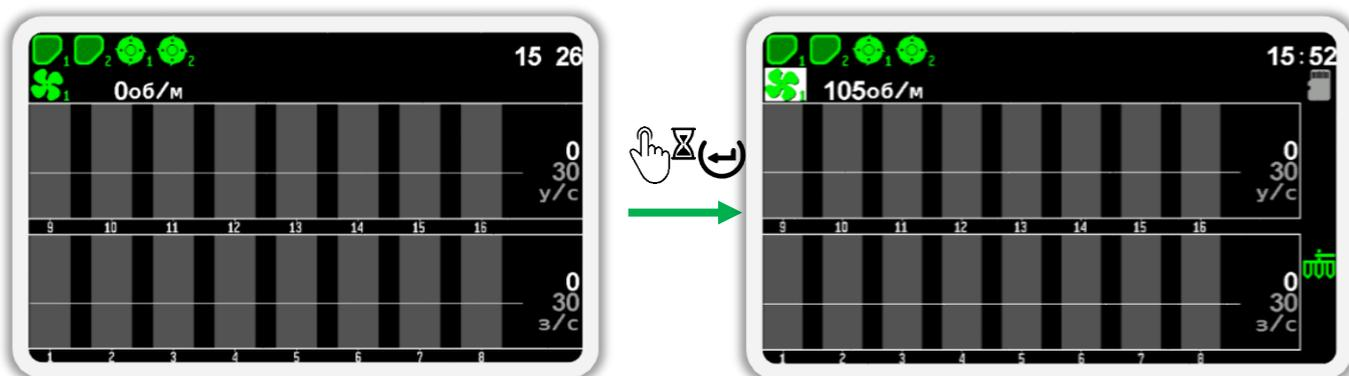

Рисунок 31 Переход в режим настройки датчиков. На рисунке справа изображен выбранный датчик скорости (его фон окрашен белым цветом).
- Находясь на главном экране (см. Рисунок 31), на пару секунд нажмите кнопку  «Меню» для перехода в режим настройки параметров датчиков.